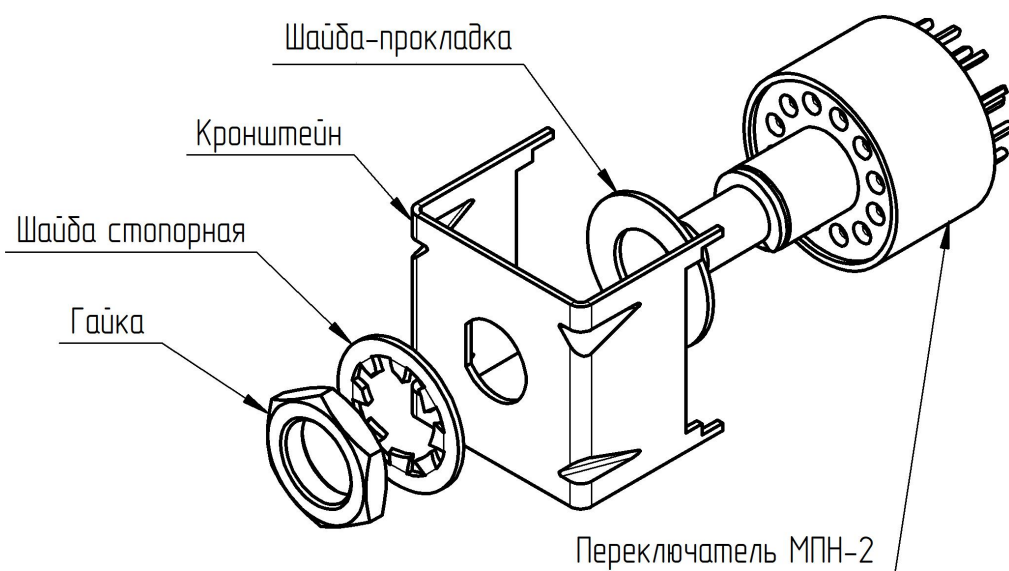

Рис. 2
1. В случае установки переключателя на печатную плату рекомендуется исполнение IP40-0, имеющее дополнительную опцию в виде кронштейна, упрочняющего монтаж, и металлической шайбы-прокладки вместо резинового уплотнительного кольца (рис. 2).